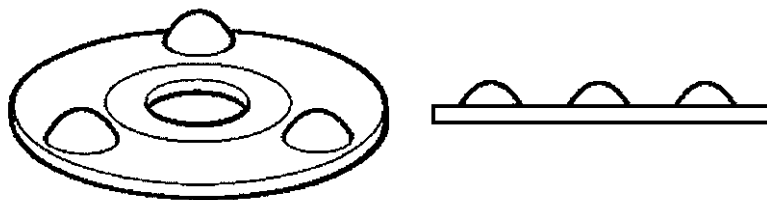

Fig. 2 Ancien plateau
- Dévisser le couvercle (2) en utilisant une clé.
- Retirer le ressort (5), la capsule (4) et le plateau (6).
- Dévisser le siège (7).
- Retirer le joint de siège (8).
- Placer un nouveau joint de siège (8).
- Visser un nouveau siège (7). Appliquer une légère couche de pâte anti-grippage sur les filets, et serrer suivant le couple de serrage recommandé (voir Tableau 1).
- Replacer le plateau (6) en s'assurant qu'il est centré sur le siège (7).
- Nota :** Les anciens plateaux sont unidirectionnels (voir Fig. 2) et doivent être montés avec les bossages vers le haut. Ceci n'est pas le cas avec les nouveaux modèles qui peuvent être montés dans n'importe quel sens.
- Remettre en place une nouvelle capsule (4) et un nouveau ressort (5) en s'assurant que le ressort conique est positionné de telle façon que la flèche pointe vers le bas en contact avec la capsule.
- Revisser le couvercle (2) en utilisant un nouveau joint torique (3) qui sera positionné dans la gorge prévue dans le fond du couvercle. Pour les anciens modèles, utiliser un nouveau joint. Nota : le paquet de pièces de rechange contient 2 tailles de joints toriques. Pour l'utilisation du bon joint torique, voir la notice explicative fournie avec le paquet de joints.